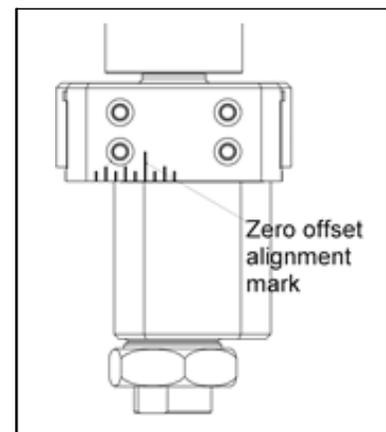

Рис. 3-4. МАРКИРОВКА ВЫРАВНИВАНИЯ СМЕЩЕНИЯ ОТНОСИТЕЛЬНО НУЛЯ
1. Установите узел регулируемой головки в нулевое положение, совместив большой символ решетки на боковой плите с гранью на стороне смещения (см. рис. 3-4).